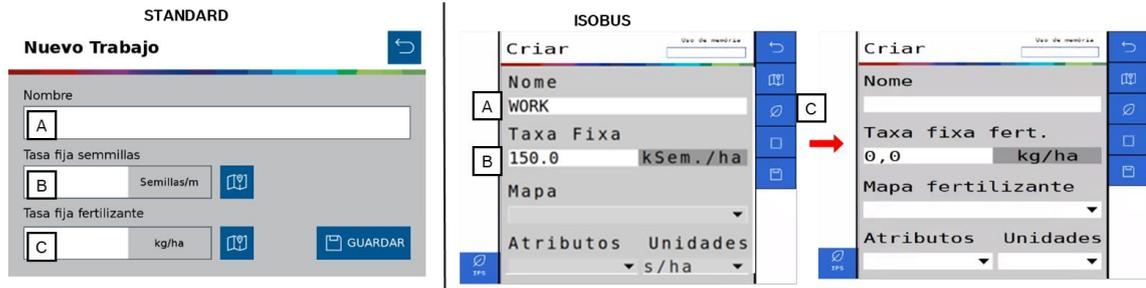
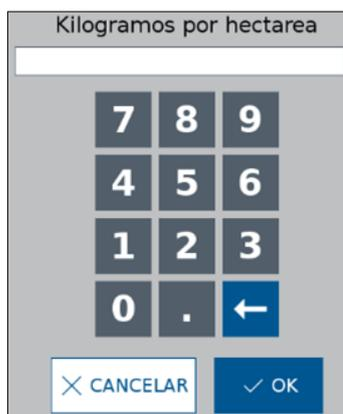

Figura 72- Pantalla para crear un nuevo trabajo
Figura 76- Ajuste fijo de la tasa de fertilizantes
Se mostrará la siguiente pantalla, Figura 72
C) Botón para establecer la tasa fija de fertilizante en kg/ha, Figura 76.
De forma análoga, creando un área con tasa fija 3.1, seleccione el nuevo botón de trabajo Figura 71. El usuario será dirigido a la pantalla de creación de un nuevo trabajo, Figura 72, nombre la nueva área que se creará Figura 73, seleccione un valor de tasa que el usuario desee en el campo de tasa fija para semillas y fertilizantes Figura 75 y Figura 76
Debe introducir el valor en el campo de tasa fija Figura 72 porque se puede cambiar entre tasa fija y variable durante la siembra. Por ejemplo, un área en el mapa puede ser de tasa cero, pero se desea depositar semillas o fertilizantes en ella.